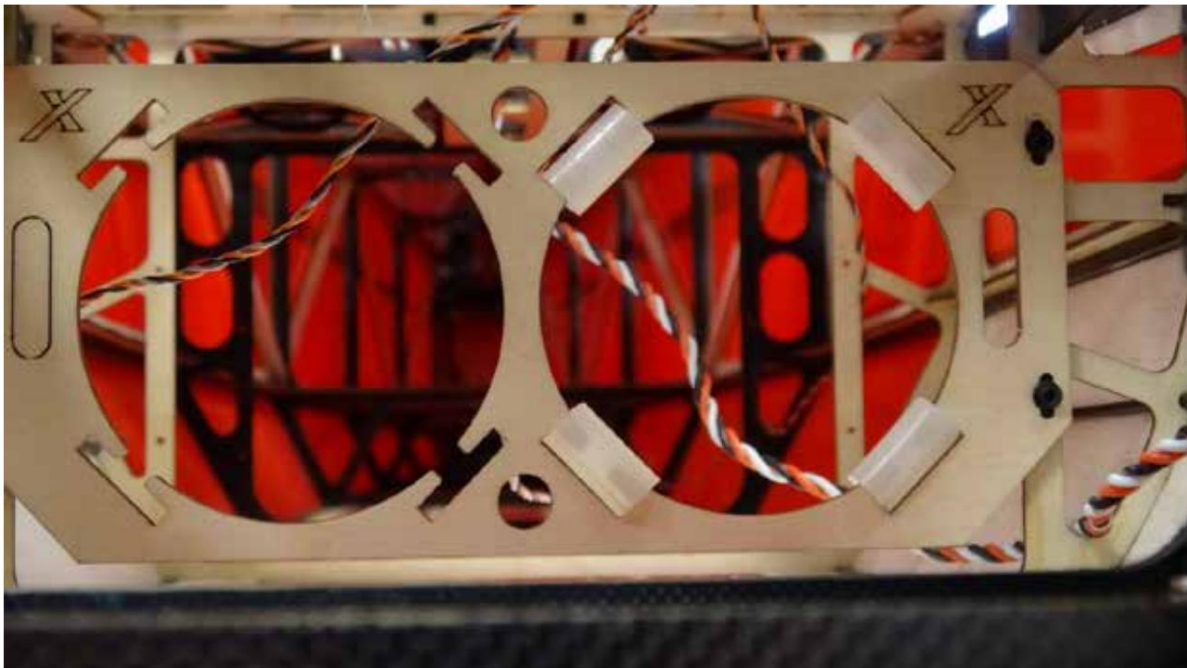

Figure 29
11. Localisez le gouvernail et le sac de pièces associées. Ce Laser a un gouvernail amovible, ainsi le montage est simplifié par rapport à ce à quoi vous pourriez être habitué. Les charnières sont déjà collées, nous pouvons donc procéder à l'installation du gouvernail. Installez la longue goupille pour maintenir les charnières ensemble, celle-ci s'installe sur le dessus du gouvernail. L'extrémité pointue descend à travers le trou sur le dessus du gouvernail et vous devrez peut-être travailler avec le gouvernail pour le faire passer à travers tous les trous de charnière. Poussez-le jusqu'à ce que la partie filetée soit dans le trou et contre les filetages femelles. Utilisez un petit tournevis droit pour serrer et ajouter du BTL, vous pouvez envisager de faire passer la barre de roue arrière à travers le lien à billes à ce moment. Ensuite, je suggère que nous trouvions votre CG, dans nos modèles prototypes, un servo de gouvernail monté sur la queue en configuration push pull a donné un CG parfait. Cependant, le nôtre a utilisé le DA120 sur des silencieux d'origine et votre configuration peut différer en poids. Par conséquent, vous devrez mettre vos ailes, vos stabs horizontaux/élévateurs et tous les accessoires (batteries/interrupteurs/régulateurs, etc.) que vous avez l'intention d'utiliser à leurs emplacements respectifs, reportez-vous à la figure 24 si nécessaire pour savoir comment nous avons disposé notre modèle. Le servo de gouvernail a une baie des deux côtés du fuselage près de l'arrière. Localisez ces baies et décidez de quel côté utiliser et fixez le servo de gouvernail et le matériel avec du ruban adhésif ou similaire sur le côté du fuselage exactement où il sera monté et essayez de trouver le CG. La plage CG est de l'avant du tube d'aile vers l'arrière, la plage idéale étant de $\frac{1}{2}$ à $\frac{3}{4}$ vers l'arrière à partir de l'avant du tube d'aile. Si votre CG est proche de la plage souhaitée, n'oubliez pas que vous pouvez déplacer des piles ou d'autres éléments pour obtenir un CG souhaitable. L'objectif est d'avoir un servo de gouvernail monté à l'arrière, mais si le CG souhaité n'est pas réalisable, déplacez le servo de gouvernail vers le plateau au milieu du fuselage et essayez d'obtenir le CG souhaité. Une fois que vous avez l'emplacement CG souhaité, montez votre servo là-bas. Si vous vous êtes retrouvé dans le plateau de gouvernail, une traction est la façon dont le gouvernail fonctionnera et le matériel est fourni pour cette installation, mais comme le plus probable est un servo de gouvernail monté à l'arrière, nous couvrirons ce style d'installation. Avec un servo monté à l'arrière, nous avons choisi le côté droit du fuselage et utilisé un seul servo (MKS 777A+) et avons trouvé qu'il donnait beaucoup d'autorité pour toutes les manœuvres, mais un servo à double gouvernail peut être utilisé. Je vais continuer en expliquant une installation de servo unique. Si vous utilisez une seule installation de servo, utilisez la même méthode que nous avons utilisée avec la profondeur/les ailerons. Si vous choisissez une configuration de plateau de gouvernail à double servo à l'arrière ou à traction, vous devrez trouver l'outil d'alignement de commande de gouvernail découpé au laser. Il s'agit de deux morceaux de contreplaqué mince et vous installerez vos cornes de contrôle puis utiliserez l'outil d'alignement pour les maintenir en place pendant le séchage, voir les figures 29 et 30 pour ce processus. Nous avons choisi de monter notre servo de direction sur le côté droit du fuselage. Localisez à nouveau cette baie et coupez le revêtement comme vous le souhaitez et montez votre servo avec l'arbre de sortie orienté vers l'avant de l'avion.